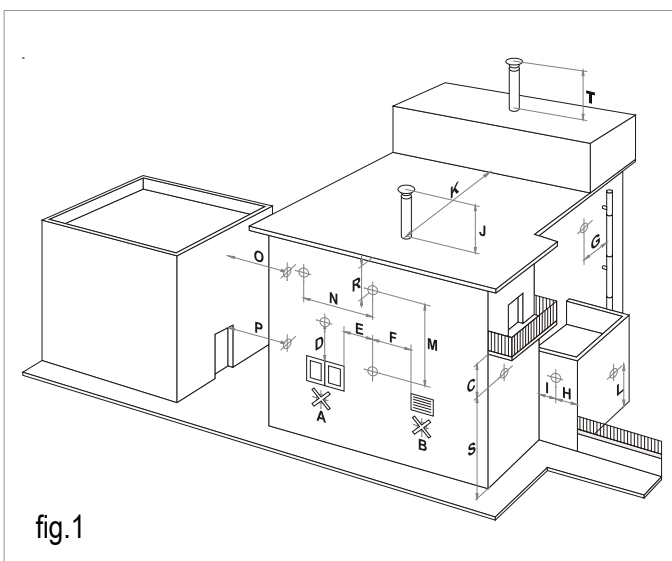

fig.1
- Los productos de la combustión pueden ser objeto de rebufos en función de su exposición al viento. Esto puede provocar recirculaciones dentro del aparato, manchado de fachadas por condensación de los productos de la combustión o por fijación del polvo. Por ello es importante orientar el terminal de evacuación a favor de los vientos predominantes y respetar las distancias de los terminales de evacuación a los elementos de los edificios (fig.1).